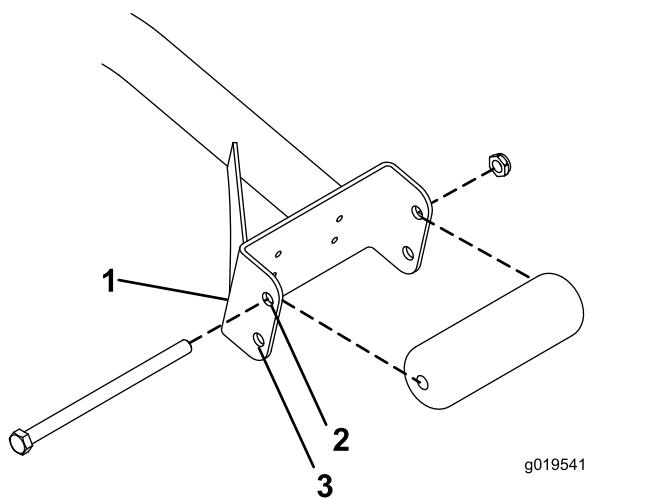

Figura 3
- Si utiliza unidades de corte de 69 cm, instale los rodillos en los taladros de montaje superiores de las ranuras del soporte (Figura 3).
- Si utiliza unidades de corte de 81 cm, instale los rodillos en los taladros de montaje inferiores de las ranuras del soporte (Figura 3).